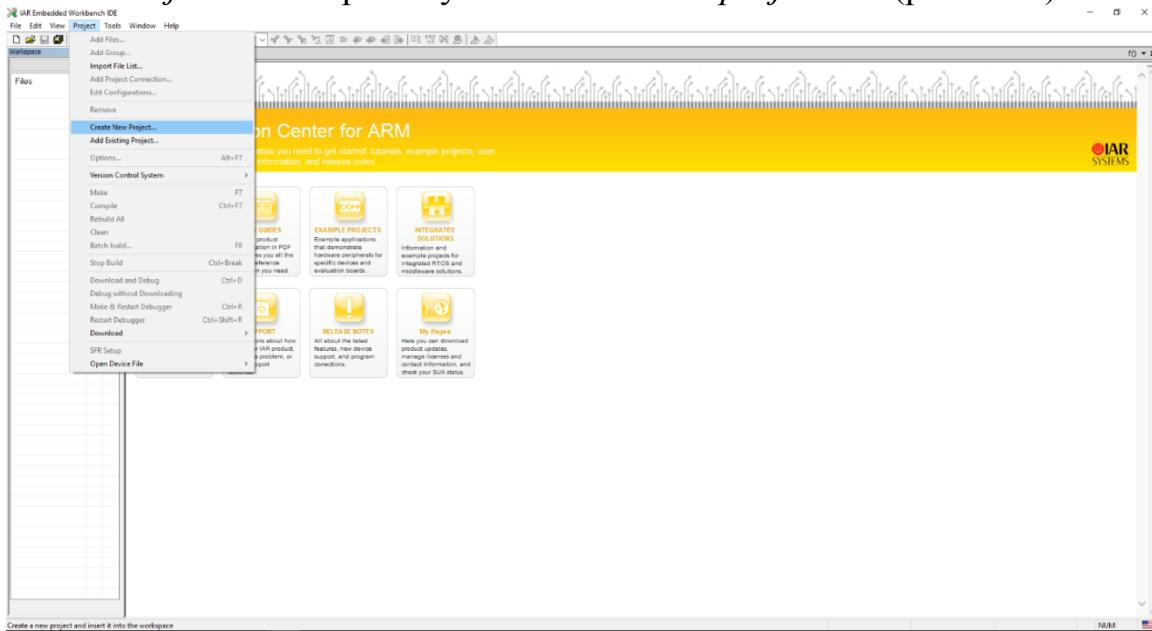

Рис. 1.12. Окно создания нового проекта
2. Для создания нового проекта необходимо зайти в меню «*Project*» и выбрать пункт «*Create new project...*» (рис. 1.12).